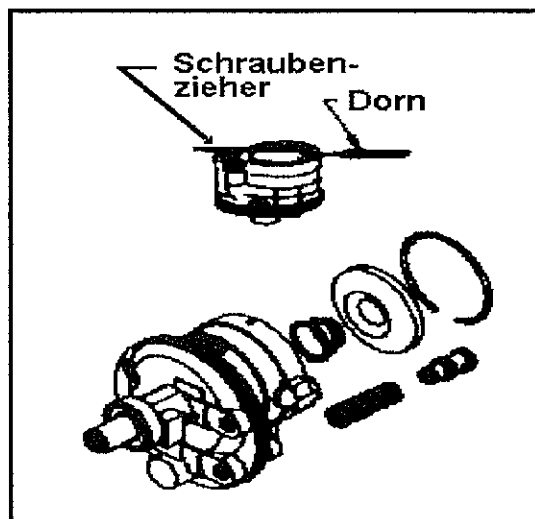

Abb. 7-20 Entfernen des Klemmrings der Endplatte
- Den Klemmring am Umfang der Endplatte entfernen. Hierzu einen kleinen Durchtreiber in dem 3 mm Loch im Gehäuse einsetzen. Nach Zusammendrücken des Klemmrings diesen mit einem Schraubenzieher wie in Abb. 7-20 gezeigt entfernen.